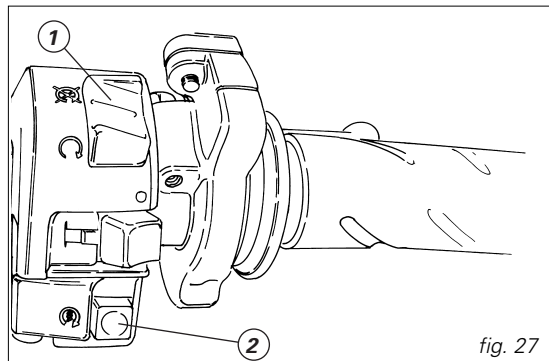

fig. 27
3) Accertarsi che l'interruttore d'arresto (1, fig. 27) sia nella posizione  (**RUN**), premere quindi il pulsante avviamento (2).